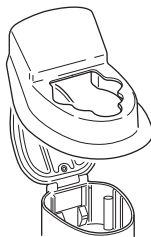

Figura 2 – Posizionamento del riparo mobile
2. Con la camera del vano aseptico aperta, collocare il riparo mobile sul vano aseptico, sopra la sua camera (Figura 2).